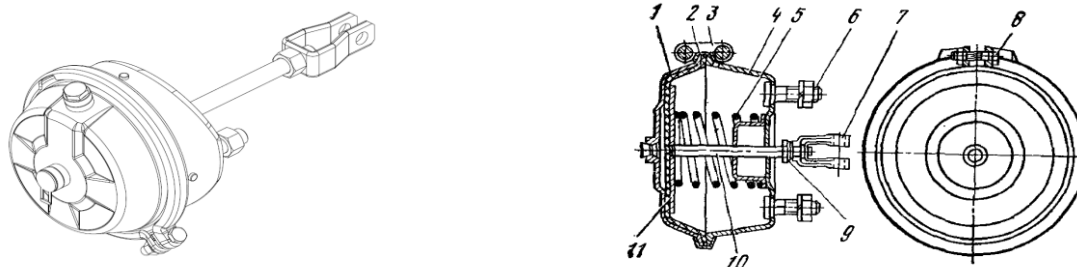

Рис. 1.13 – Тормозная камера
Тормозная камера (6) (рис. 1.13) диафрагменная, тип 24 (или 30, в зависимости от комплектации полуприцепа), предназначена для приведения в действие тормозных механизмов передней оси. Цифровой индекс указывает на размер активной площади диафрагмы в квадратных дюймах.